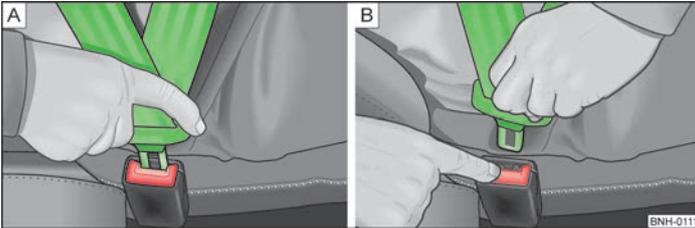

Abb. 96 Sicherheitsgurt anlegen / ablegen
- Die Schlosse in das zum Sitz gehörende Gurtschloss » Abb. 96 - **A** stecken, bis diese hörbar einrastet.
- Die rote Taste im Gurtschloss » Abb. 96 - **B** drücken, die Schlosse springt heraus.